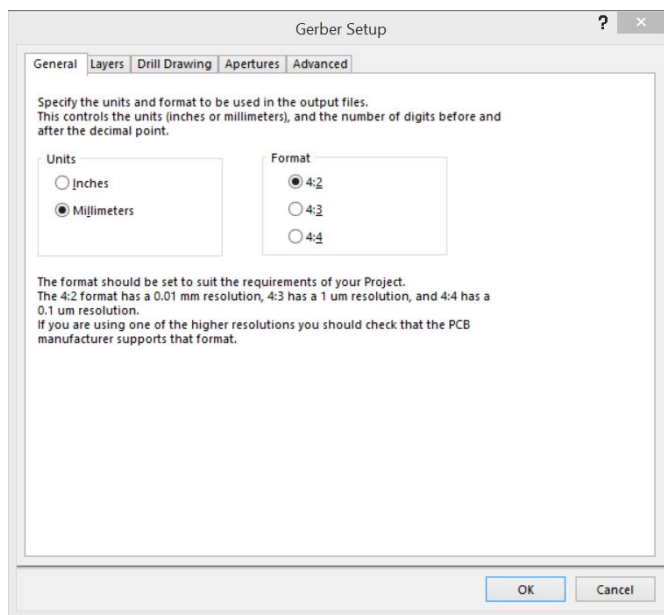

Рис. 3.82. Вкладка «Общие настройки»
1) Для входа в меню экспорта Gerber-файлов выбираем «File-Fabrication Outputs-Gerber Files» (рис. 3.82).